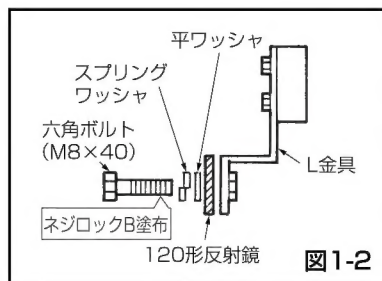

図1-2
- ①120形反射鏡と、120形固定マウントの上下に注意し、反射鏡とマウントの取付穴が合うようにして取り付けてください。
- ②反射鏡の上下は、表面の意匠で確認してください。
- ③120形固定マウントに付属の2本の六角ボルト (M8×40) とスプリングワッシャ (8mm)、平ワッシャ (8mm) を反射鏡の中心部分のリブ穴と120形固定マウント中心部の反射鏡取付金具のL金具のネジ穴に通して、仮止めしてください。(図1-2)